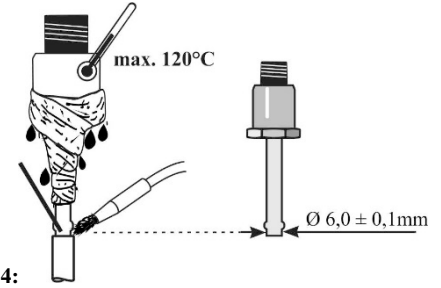

Fig. 4:
**Connexion à braser: (Fig. 4)**